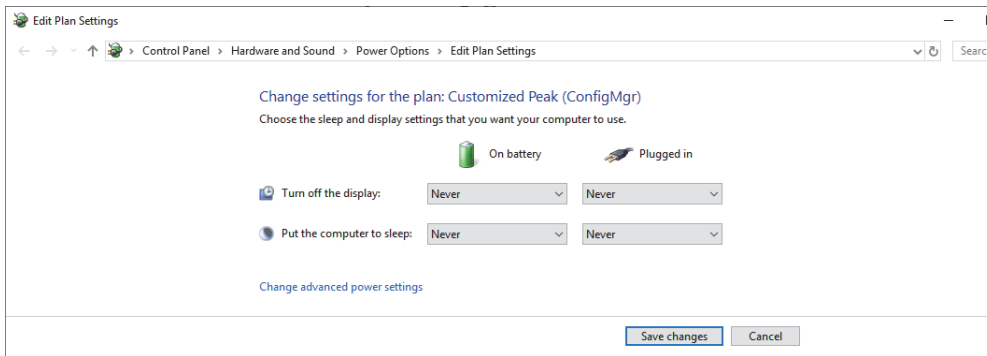

Рис. 4-1 Диалоговое окно редактирования параметров схемы
- b) В диалоговом окне **Edit Plan Settings** выберите **Never** (Никогда) для настроек **Turn off the display** (Отключить дисплей) и **Put the computer to sleep** [Перевести компьютер в спящий режим] (Рис. 4-1 на стр. 46).